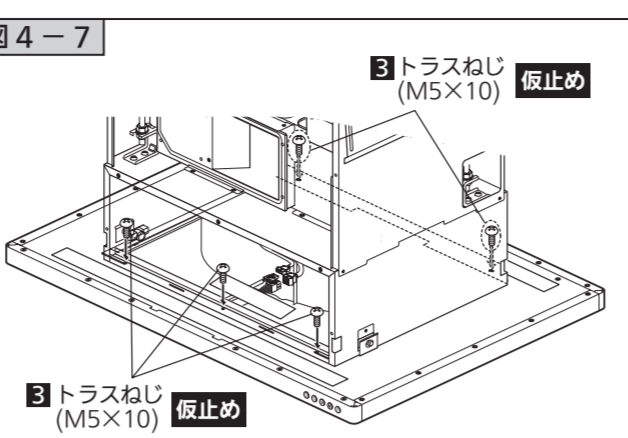

図4-7
- 切り欠きとねじ穴が合わない場合は、手順6の3) (図4-7)で仮止めたねじを調整し、穴位置を合わせてください。
10 手順6の3) (図4-7)で仮止めた前側3ヶ所、後側2ヶ所のトラスねじ(M5×10)をしっかりと締め付けます。(本編)